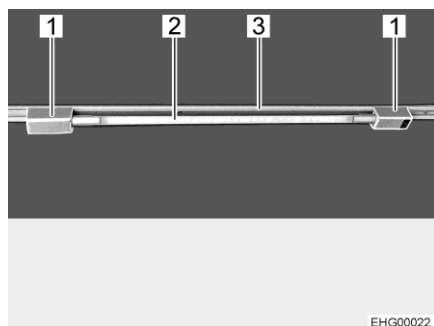

Bild 28 Lysrör
*Sätta in lysrör:* ■ Sätt in båda hållarna (Bild 28,1) i skenan (Bild 28,3). Vrid hållaren med 90°.
■ Sätt in ljuskällan (Bild 28,2) i en av hållarna.
*Vrida lysrör:* ■ Vrid på ljuskällan (Bild 28,2) tills önskad ljusstyrka har uppnåtts.